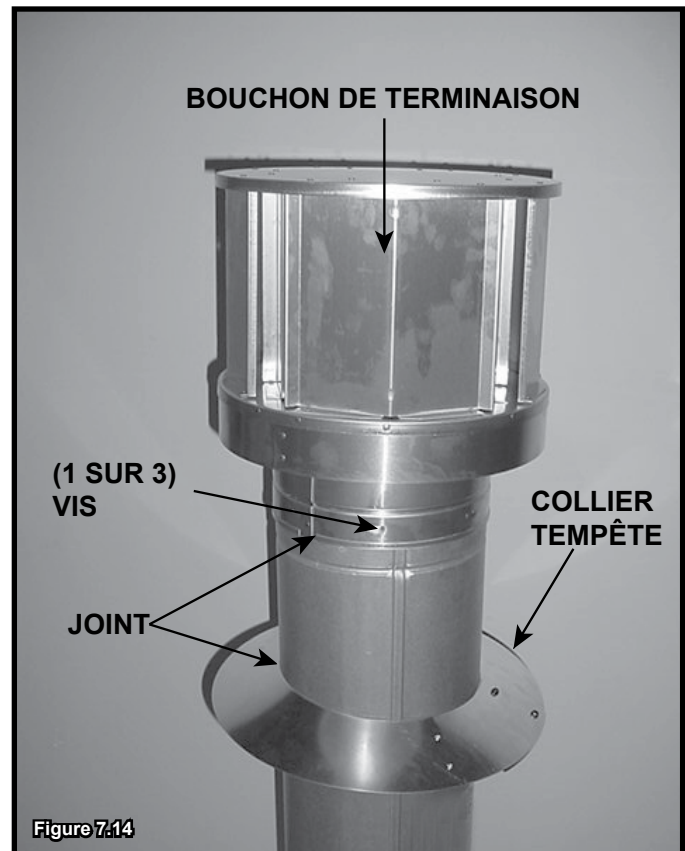

Figure 7.14
- Scellez autour de la partie supérieure du collet d'étanchéité. Voir la figure 7.14.
- Fixez le chapeau de l'extrémité en introduisant les trois vis autotaraudeuses (fournies) dans les trous de guidage du col extérieur, jusqu'à l'extérieur de la cheminée du conduit. Voir la figure 7.14.